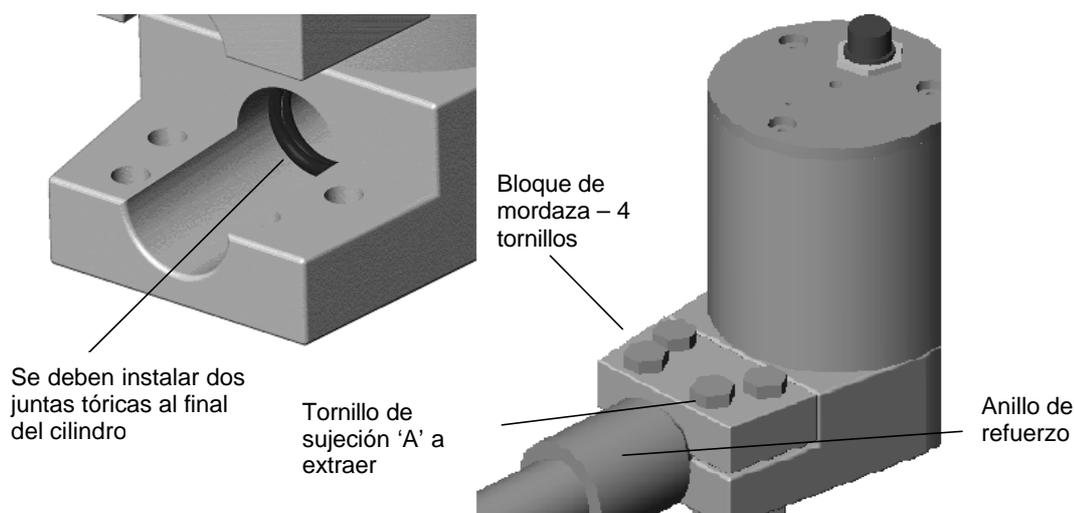

Figura 2 – Instalación del brazo del sensor en el cuerpo del sensor
- Suelte los 4 tornillos de fijación situados en el brazo en el cuerpo del sistema electrónico y retire el tornillo de sujeción (A)
- Instale las dos juntas tóricas. Estas dos juntas deben situarse en el interior de los bloques de mordaza, contra el escalón, según se muestra en la Figura 2.